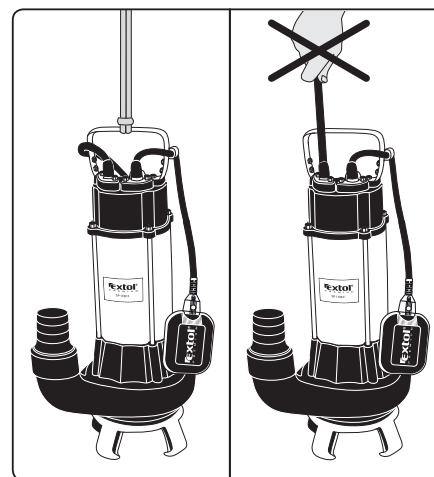

Abb. 8, Illustratives Bild
7. Senken Sie die am Seil befestigte Pumpe langsam ins Wasser (Abb. 8), sodass die Pumpe vollständig in das Wasser eingetaucht ist. Die Pumpe darf nicht durch Halten am Versorgungskabel ins Wasser abgesenkt werden, da dies die Dichtung um das Kabel am Eintrittspunkt in die Pumpe beschädigen und Wasser in den elektrischen Teil der Pumpe eindringen kann, wodurch ein Stromschlag oder Tod verursacht werden kann.